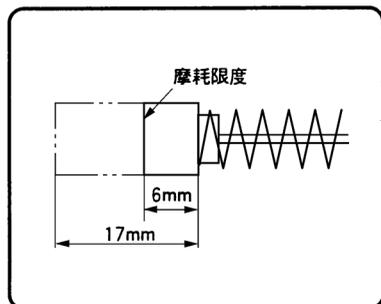
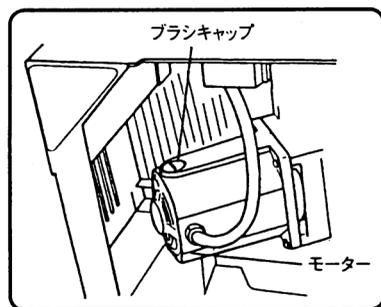

図 37
図 38
(1) モーター部 (図38参照) には、消耗品であるカーボンブラシを使用しております。カーボンブラシの摩耗が大きくなりますと、モーター故障の原因となりますので、長さが摩耗限度 (図37参照) の6mmぐらいになりましたら新品と交換してください。
カーボンブラシは、手持ちのマイナスドライバーなどでブラシキャップ (図38参照) をはずしますと、取り出せます。
4. モーター部 (図38参照) の取扱いについて ……………
モーター部 (図38参照) の巻線部分は、本機の心臓部ともいえます。巻線部分にキズをつけたり、油や水をつけたりしないよう十分注意してください。
モーター部(図38参照)は水や油でぬらさないようにしてください。